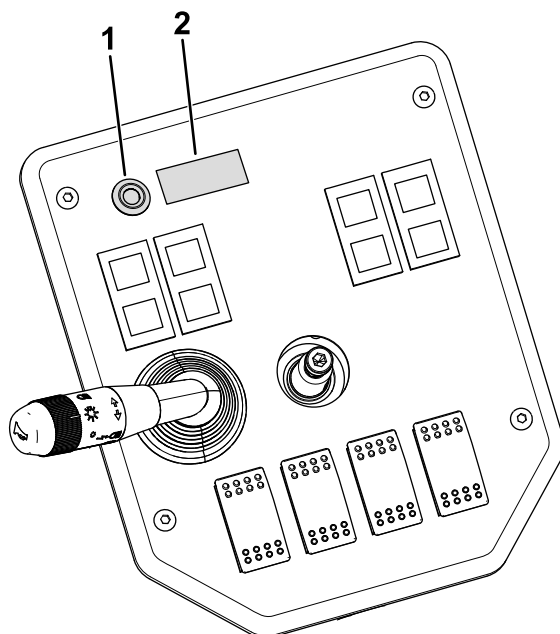

Figura 14
4. Remova o tampão e instale a luz LED e o autocolante do sensor de declive no painel de instrumentos (Figura 14).